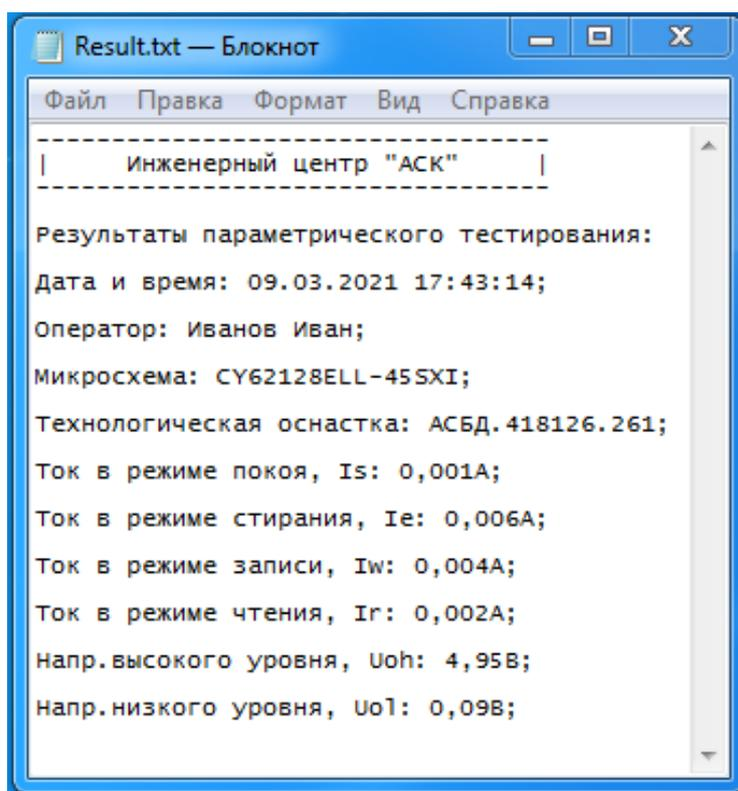

Рисунок 6 – Результаты параметрического тестирования
- Кнопка "Сохранить" в рабочем окне "Параметрические тесты", предназначена для сохранения результатов параметрического тестирования в файл с расширением .txt (рисунок 6).